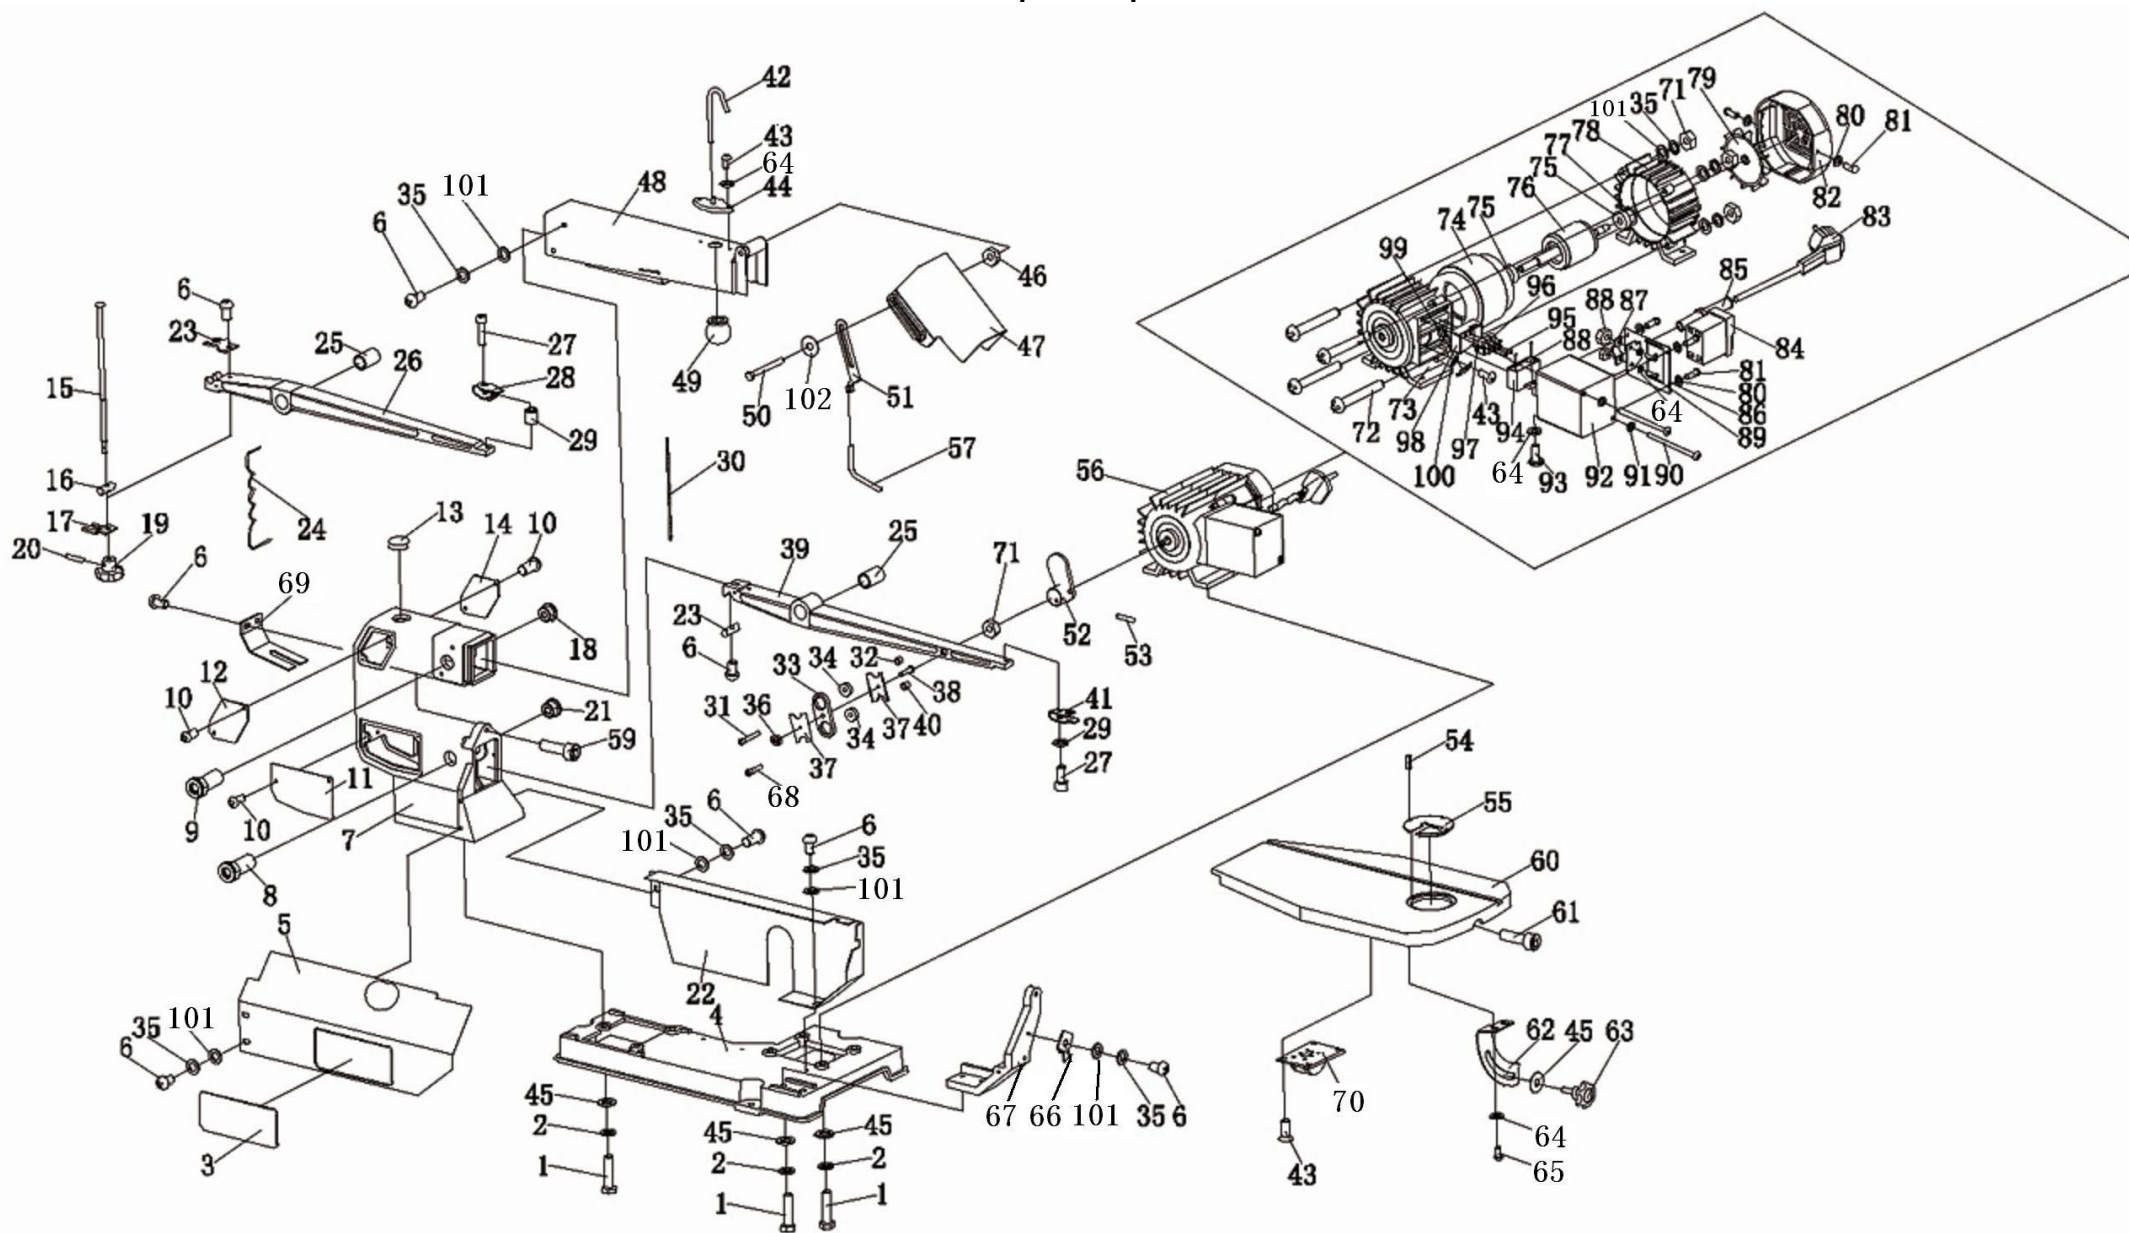

Рис. 1
**Детали сборки «Корвет 88» (Рис. 1)**